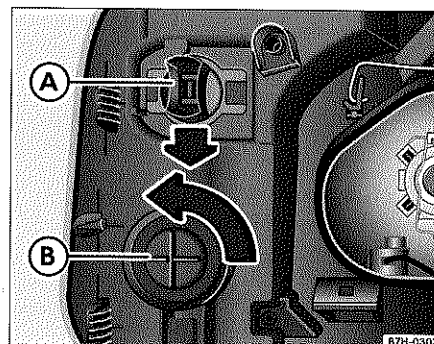

Fig. 32 Faro izquierdo, visto desde el vano motor: cambio de la lámpara de la luz de posición (A) o del intermitente (B)
1. Gire el portalámparas ⇒ fig. 32 (B) en la dirección de la flecha y extraígalo.
3. Monte el portalámparas (B) y gírelo en el sentido contrario al de la flecha. Asegúrese de que el portalámparas haya quedado bien apretado.